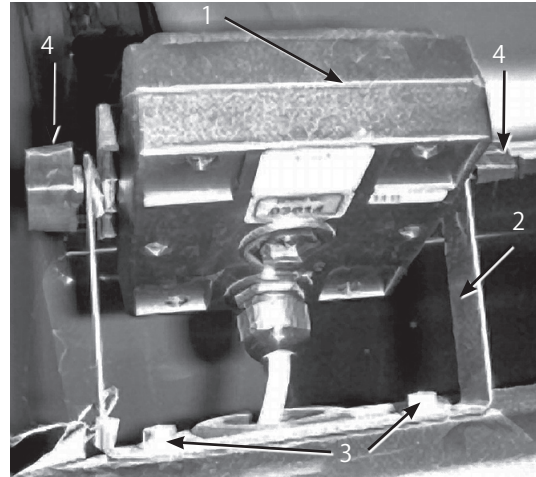

図3
1. モニタのブラケットをダッシュボードに取り付ける (図3: フランジヘッド・ボルト (1/4 x 3/4) 2本とフランジ・ナット (1/4) 2本を使用)。
2. キャリッジボルト、ゴム・ワッシャ、ノブ各2個を、図3および4のように仮止めする。
5. ブラケットにスプレープロを取り付け (図3)、ノブで固定する。